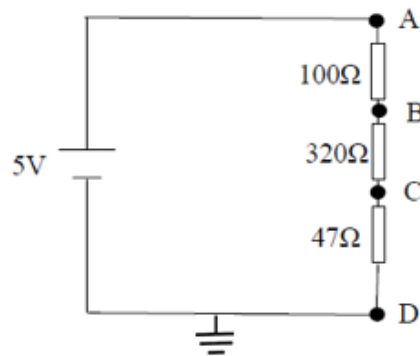

Fig. 3 – Circuito com Resistores em Série
4.4) Implemente em protoboard o circuito da Fig. 3.